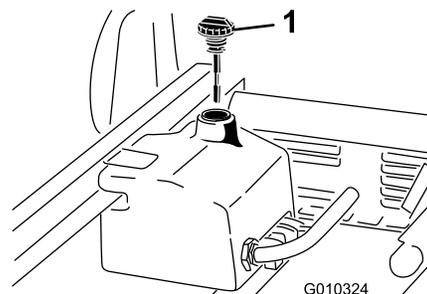

図 21
1. 油圧オイルタンクの注油口周辺をきれいに拭き、キャップを外す 図 21。
3. 補給口の首からディップスティック 図 21 を抜き、ウェスできれいに拭う。